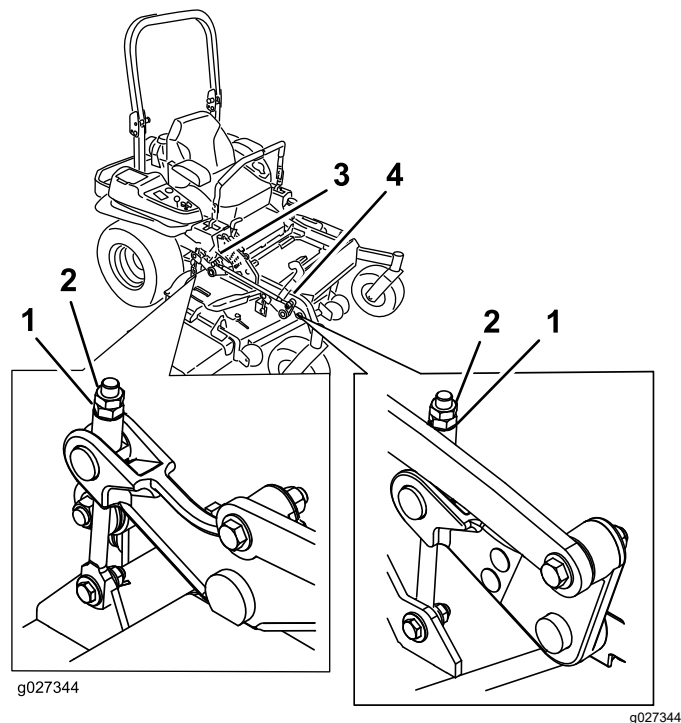

Figure 114
10. Ajustez précisément le serrage de l'écrou de réglage sur l'ensemble de levage du plateau avant (Figure 114).
16. Ajustez précisément la vis de réglage en la tournant de manière à obtenir une hauteur de 83 mm (Figure 114).